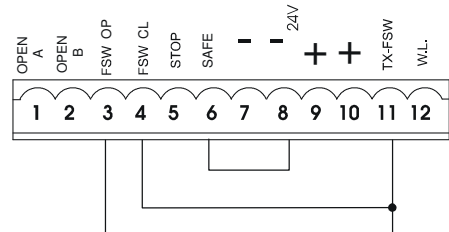

Abb. 26
**Anmerkung:** werden keine Sicherheitsvorrichtungen eingesetzt, so sind die Klemmen zu überbrücken, wie in Abb. 26 angegeben.
**Anmerkung:** werden keine Sicherheitsvorrichtungen beim Öffnungsvorgang angeschlossen, so sind die Eingänge FSW OP und -TX FSW mit Überbrückungsklemmen zu versehen (Abb. 26).
**Anmerkung:** werden keine Sicherheitsvorrichtungen beim Schließvorgang angeschlossen, so sind die Klemmen FSW CL und -TX FSW mit Überbrückungsklemmen zu versehen (Abb. 26).
**Anmerkung:** werden keine Sicherheitsvorrichtungen Leiste angeschlossen, so sind die Eingänge SAFE und - zu überbrücken (Abb. 26).